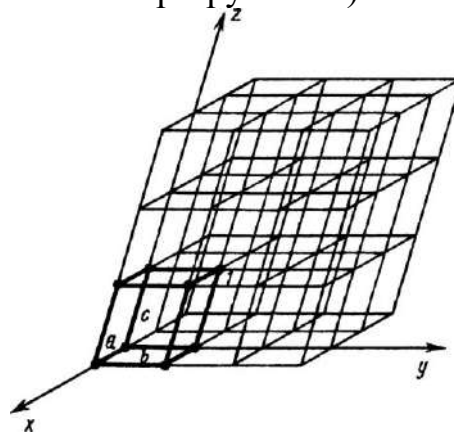

Рис. 1.1. Схема кристаллической решетки
6. Сравнивая ионный, ковалентный и металлический типы связей и считая условно схему на рис. 1.1 кристаллической решеткой металла, попытайтесь объяснить возможность пластической деформации металла (изменение формы кристалла без его разрушения).